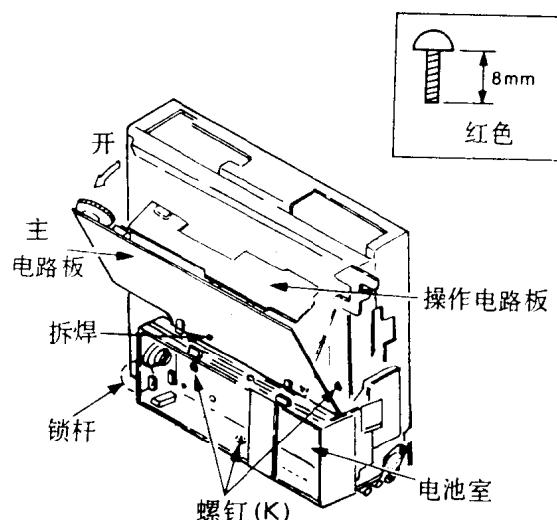

图 2-9
- (1)打开主电路板及操作电路板,如图 2-9 所示。
- (2)拧去 3 个螺钉(K),然后轻轻提起电池室,以便从锁杆上脱开。
- (3)松开电池室附近的连线。